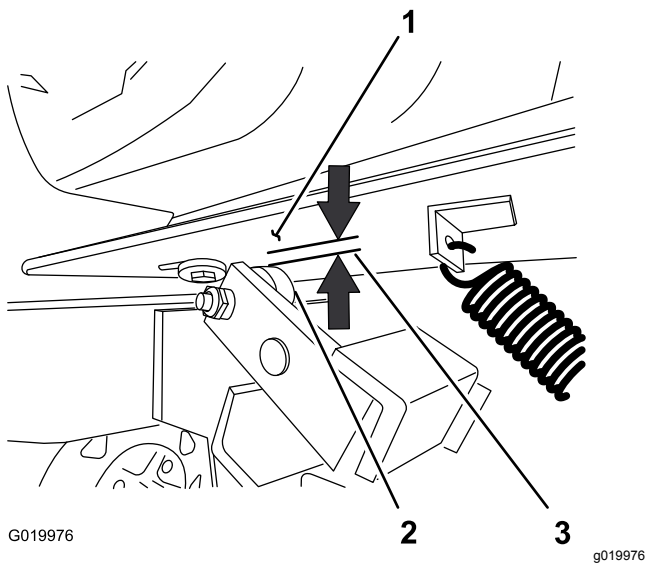

Figura 34
2. Mida la holgura entre la chapa del motor y el rodillo del embrague (Figura 34).